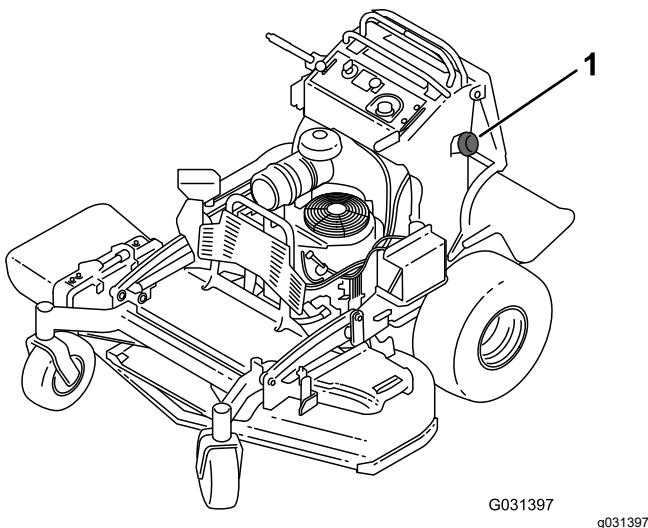

Figura 50
3. Limpie alrededor del tapón del depósito de combustible para evitar que entre suciedad en el depósito (Figura 50).